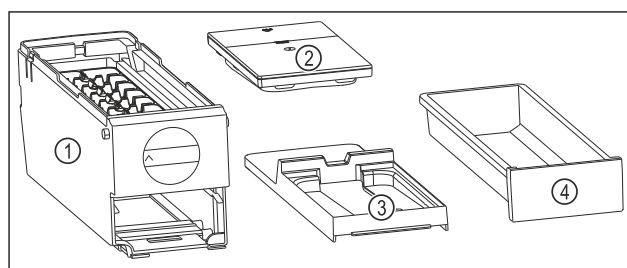

Fig. 93 Komponenter i EasyTwist-Ice
- ▷ EasyTwist-Ice er delt inn i fire deler. (se Fig. 93)
- Demonter kun delene til EasyTwist-Ice som er angitt på bildet. (se Fig. 93)
- Hoveddelen til EasyTwist-Ice Fig. 93 (1) rengjøres som en del.